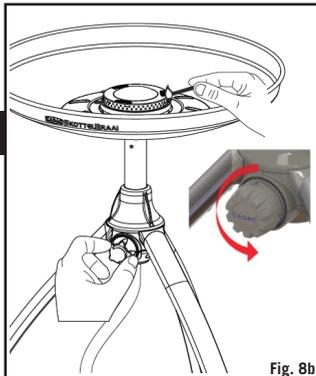

Fig. 8b
- For at tænde enheden, tændes en tændstik eller grilltænder. Åbn lidt for styringsventilen (K) som beskrevet under 'Generelt' og tænd enhedens brænder (G). Ved kold opstart, kan enheden tændes fra toppen (se fig. 8b) før den ønskede tilberedningsoverflade monteres på brænderfadet (F).
- Din enhed er udstyret med en specifik størrelse dyse (O) til regulering af den korrekte mængde gas.
- Hvis hullet i dysen (O) bliver blokeret, kan det medføre mindre flamme eller slet ingen flamme. Forsøg ikke at rengøre dysen (O) med en nål eller lignende, da det kan beskadige åbningen og gøre enheden farlig.
- Sådan udskiftes dysen (O): Skru de 3 skruer i bunden af kabinettet ud og fjern kabinettet.
- Fjern ventilbasen ved at skrue de seks galopskruer ud, der fastholder basen til trefodens kabinet (J) og fjern derefter ventilen (M) fra kabinettet ved at trække den ud.
- Dysen (O) vil nu være tilgængelig fra toppen af ventilen (M).
- Skru dysen (O) ud af ventilen (M) med en passende skrueøgle.